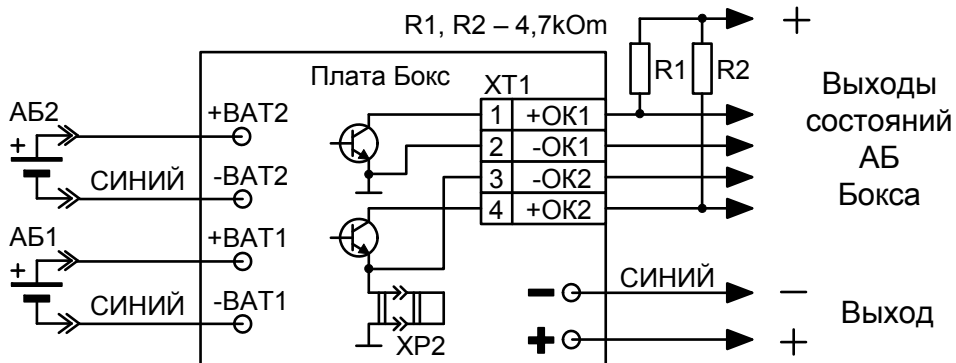

Рис.3
| – с помощью двух выходов «ОК» (типа «открытый коллектор») при подключении к другим источникам питания и контролем состояния АБ Бокса внешними устройствами (схема подключения Рис.3). Максимально допустимые напряжение и ток коммутации выходов «ОК» – 30 В, 100 мА. | |
2.2.5 Порядок подключения к другим источникам питания и внешним устройствам (схема рис.3).
1) Подключить провода кабеля, идущего от интерфейсного разъема ХТ1 Бокса, к соответствующему клеммам внешнего контролирующего устройства (КУ) согласно схеме приведенной на Рис.3. Резисторы R1, R2 могут быть в пределах 1...30 кОм и выбираются пользователем в зависимости от характеристик КУ, например, из состава ЗИП КУ.
2.3.2 При подключении Бокса по схеме на рис.3 Бокс производит тестирование батарей по внутреннему алгоритму в автономном режиме. Состояние выходов ОК1 и ОК2 соответствуют таблице 1.